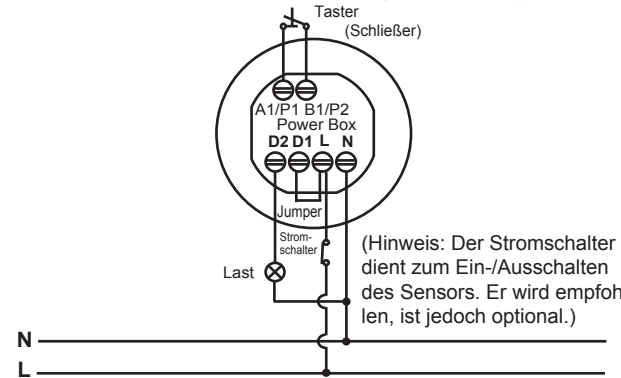

ABB. 3
- Ein Sensor steuert eine Last (siehe ABB. 3).